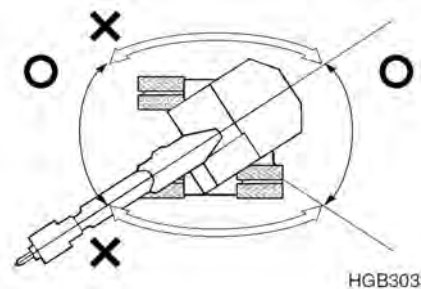

Рис. 87
8. Работать дробилкой следует только перед экскаватором или позади него. Не использовать дробилку с боковых сторон экскаватора. Не поворачивать дробилку из стороны в сторону при работе с ней. (Рис. 87)